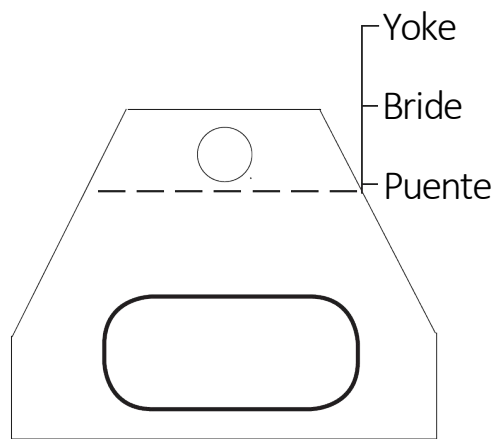

FIG. 4
6. Install decorator style wiring device in accordance with local codes and device instructions (Trim mounting bridge X as needed, **FIG. 4**).
6. Installer le dispositif de câblage de type Decorator conformément aux codes locaux et aux directives livrées avec le dispositif (couper la bride X au besoin, **FIG. 4**).
6. Instale el dispositivo de cableado estilo decorador de acuerdo con los códigos locales y las instrucciones del dispositivo (recorte el puente de montaje X según sea necesario, **FIG. 4**).